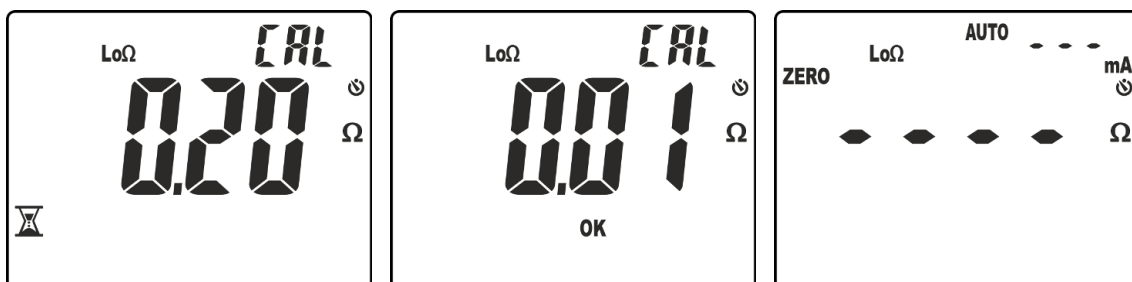

Fig. 33: Risultati azzeramento correttamente eseguito
4. Lo strumento esegue la prima misura rilevando la resistenza dei cavi di prova (vedere Fig. 33 – parte sinistra). Se tale valore compensato (ZERO) è **$\leq 5.00\Omega$** lo mantiene
memorizzato ed esegue la successiva verifica eseguendo una seconda misura e facendo la differenza tra questo nuovo valore e quello compensato. Se tale valore risulta $\leq 0.01\Omega$ la calibrazione è confermata e il messaggio "OK" è mostrato a display (vedere Fig. 33 – parte centrale). Successivamente lo strumento torna alla videata di misura con messaggio "ZERO" presente a display a significare la presenza della compensazione dei cavi